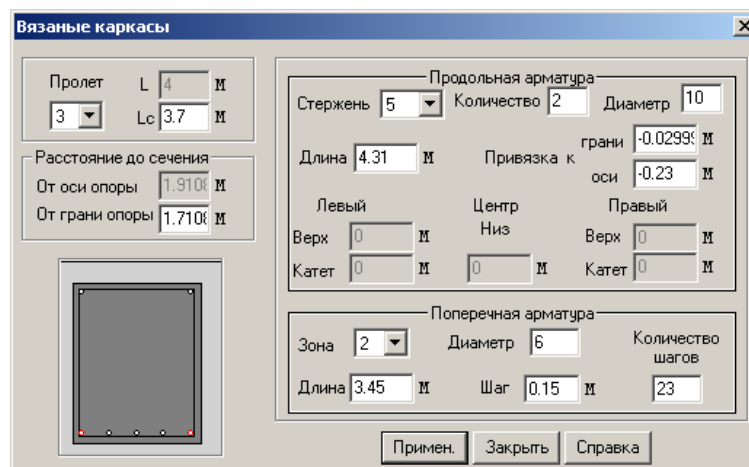

Рис.6.3.7. Окно диалога Вязаные каркасы
- Щелкните правой кнопкой мыши на рисунке эпюры материалов, например, в середине третьего пролета – откроется окно диалога **Вязаные каркасы** (рис. 6.3.7).